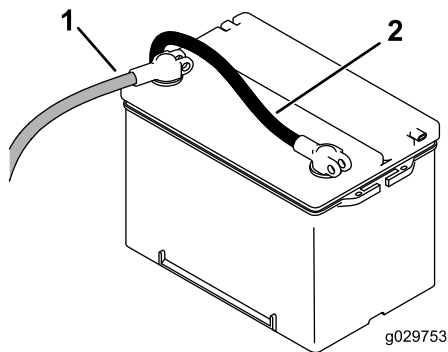

Figura 50
- Per diseccitare la macchina elettricamente, ruotate l'interruttore di scollegamento della batteria in senso antiorario in posizione OFF (Figura 50).
5. Collegate il cavo positivo (rosso) al terminale positivo (+) e il cavo negativo (nero) al terminale negativo (-) della batteria (Figura 50).